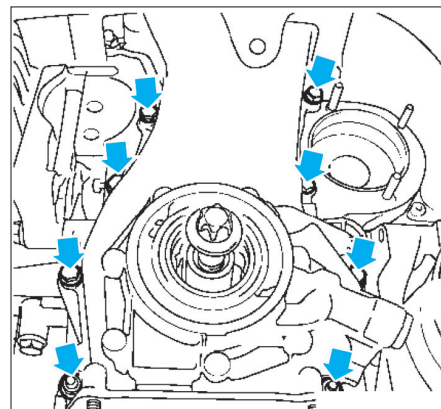

Fig. 3
- Déposer les vis et écrous inférieurs (flèches) du carter de distribution (Fig.3).